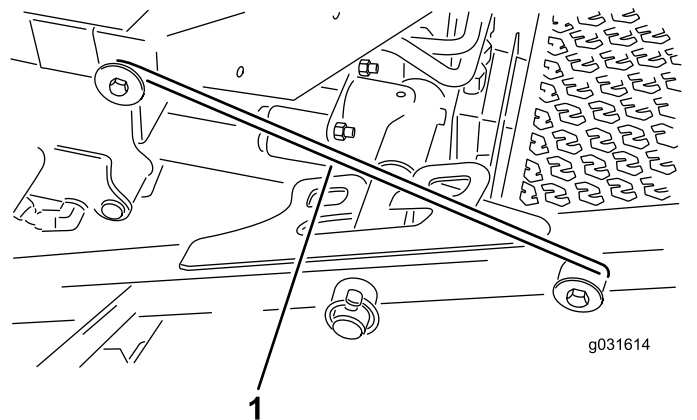

Figure 32
4. Dégagez la barre de verrouillage de son point d'accrochage sur le bâti porteur avant (Figure 32).
5. Soulevez l'extérieur des plateaux de coupe avant et placez le verrou sur la goupille du cadre à l'avant de la plateforme de l'utilisateur (Figure 32).